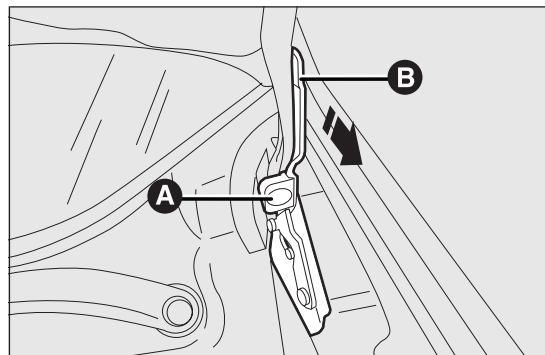

fig. 95
- sollevare il cofano con una mano e con l'altra tirare verso di sé il dispositivo A fig. 95 e successivamente abbassare la leva B;